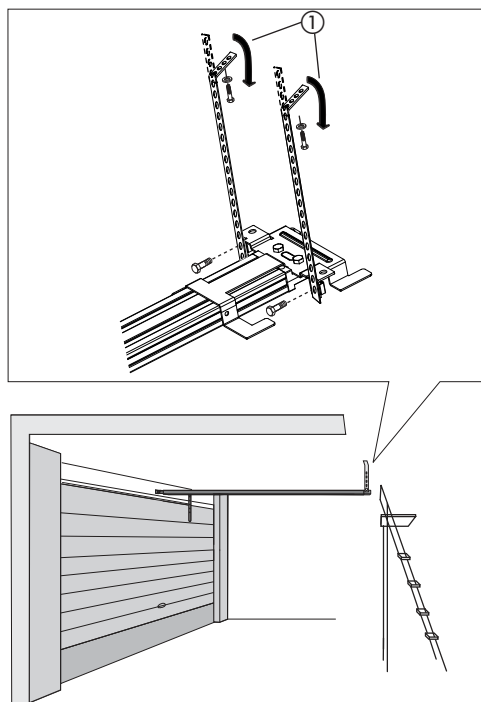

Fig. 14
- 11) Die Bügel auf der hinteren Befestigung montieren und die Gleitführung erneut positionieren (Abb. 14).